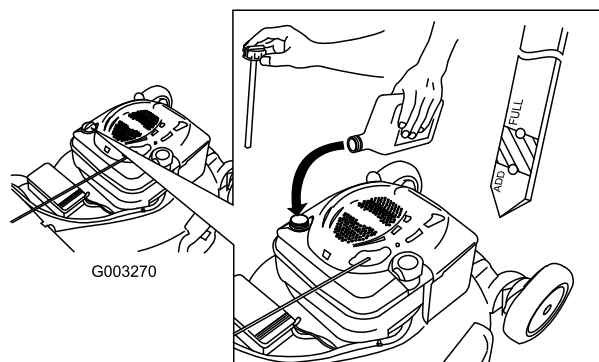

Figura 10
1. Retire la varilla, límpiela, y vuelva a colocarla (Figura 10).
2. Retire la varilla y compruebe el nivel de aceite (Figura 10). Si el nivel de aceite está por debajo de la marca "Add" de la varilla, vierta **lentamente** aceite en el tubo de llenado hasta que el nivel llegue a la marca "Full" de la varilla. Después de añadir aceite, espere 3 minutos antes de comprobar el nivel de aceite con la varilla. **No llene demasiado.** (Capacidad máxima: 0,59 l (20 onzas), tipo: SAE 30, aceite detergente con clasificación de servicio API SF, SG, SH, SJ, SL o superior.)